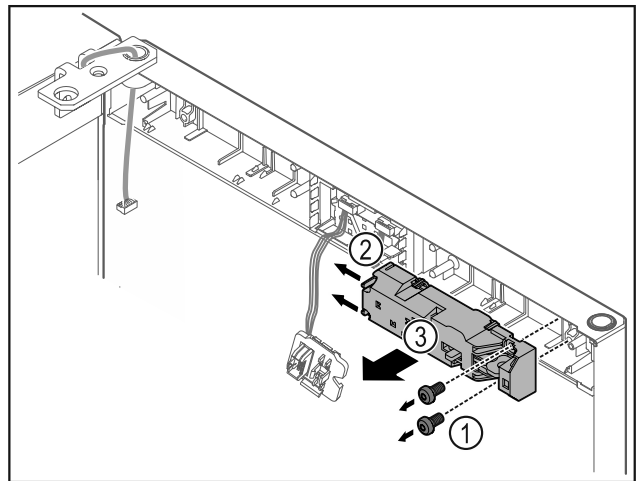

Fig. 20
- ▶ Išsukite varžtus Fig. 20 (1).
- ▶ Paspauskite fiksavimo iškyšas Fig. 20 (2) į šoną ir nuimkite nuotolinį užraktą Fig. 20 (3).